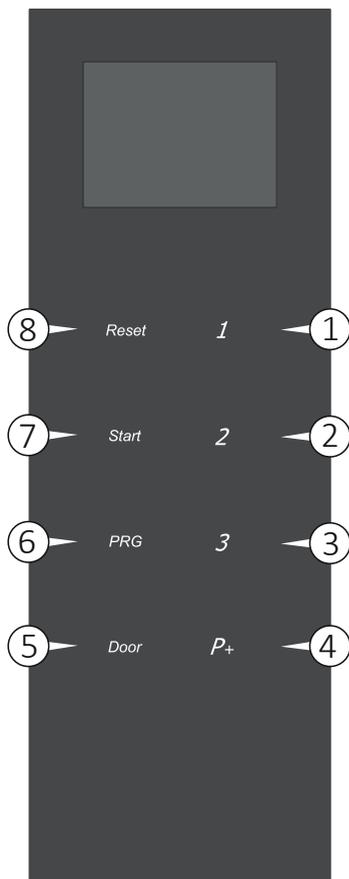

Fig. 17
Para seleccionar los programas disponibles, utilice la tecla P1, P2 o P3 (ver Fig. 17) en función del programa más adecuado para el nivel de suciedad de la carga.
- Abrir la puerta (tecla 5 Fig. 17) para introducir la cesta.
- Cierre la puerta y empújela hasta que se active la cerradura. La puerta puede desbloquearse y abrirse en cualquier momento antes del inicio del programa, pulsando la tecla DOOR (5 Fig. 17).
Para seleccionar los programas disponibles, utilice la tecla P1, P2, P3 o la tecla P+ (para seleccionar los programas de 4 a 40) en el panel de control (Fig. 17).
Para poner en marcha un programa, pulse el botón START (7 Fig. 17).
El mensaje «Fin» con un fondo verde en la pantalla indica que el programa se ha realizado correctamente. Desbloquee la puerta pulsando la tecla DOOR (5 Fig. 17) y ábrala.
Descripción del panel de control (Fig. 17):
- 2) Con la máquina puesta en marcha y la puerta cerrada, aparecerá la pantalla para seleccionar los programas. Pulse la tecla elegida (P1 o P2 o P3 Fig. 17) en el panel de control. Para acceder a los programas siguientes (si están guardados), pulse varias veces la tecla «P+».
- 4) Opcional: introduzca la contraseña del usuario: utilice las teclas P1, P2, P3, Reset, Start y Prg del panel de control para digitar la contraseña correcta (véase la descripción de las teclas en la Fig. 17).